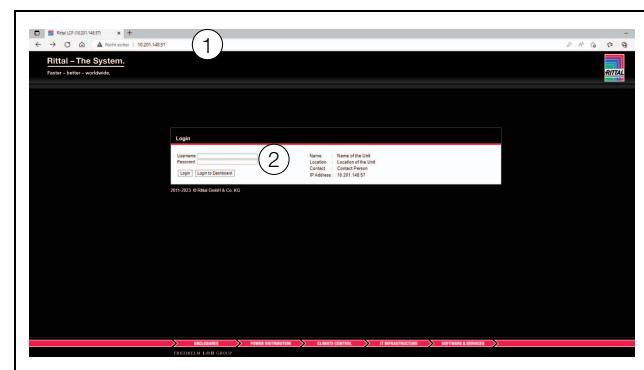
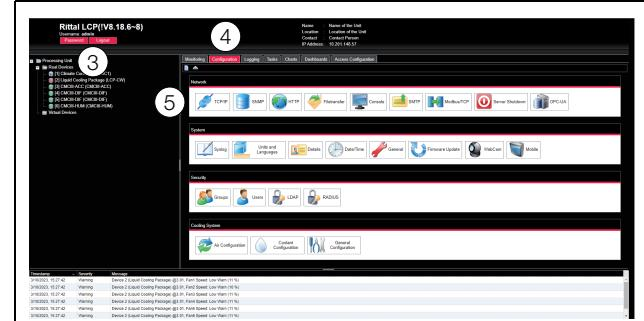

Abb. 96: Anmeldebildschirm bei einer HTTP-Verbindung
Abb. 97: Anpassen der TCP/IP-Einstellungen
- Geben Sie im Browser die Adresse **http://192.168.0.190** ein (Abb. 96, Pos. 1). Es wird der Anmeldedialog zur Anmeldung am Gerät angezeigt.
- Melden Sie sich als Benutzer **admin** mit dem Kennwort **admin** an (Abb. 96, Pos. 2). Es erscheint das Übersichtsfenster des Geräts (Abb. 97).
- Klicken Sie im linken Teilbereich des Übersichtsfensters (Navigationsbereich) auf den Eintrag **Processing Unit** (Abb. 97, Pos. 3) und im rechten Teilbereich (Konfigurationsbereich) auf die Registerkarte **Configuration** (Abb. 97, Pos. 4).
- Klicken Sie im Gruppenrahmen **Network** auf die Schaltfläche **TCP/IP** (Abb. 97, Pos. 5).